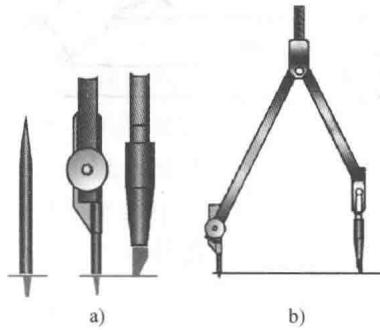

图 1-5 圆规的使用
(1) 圆规 圆规用来画圆和圆弧。画圆时，圆规的钢针应使用有台阶的一端，以避免图纸上的针孔不断扩大，并使笔尖与纸面垂直。圆规的使用方法如图 1-5 所示。